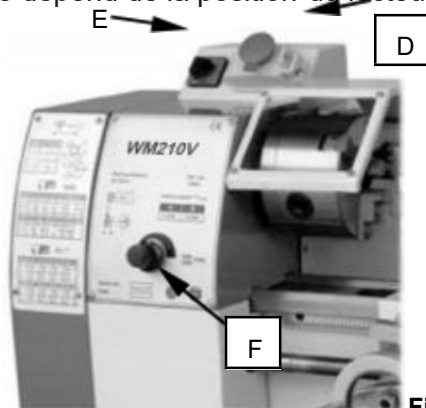

Fig.9
1. Urgence Bouton : Interrupteur ON/OFF (D, Fig. 9)
2. changer - terminé Interrupteur (E, Fig . 9)
3. **variable vitesse contrôle interrupteur (F, Fig . 9)**